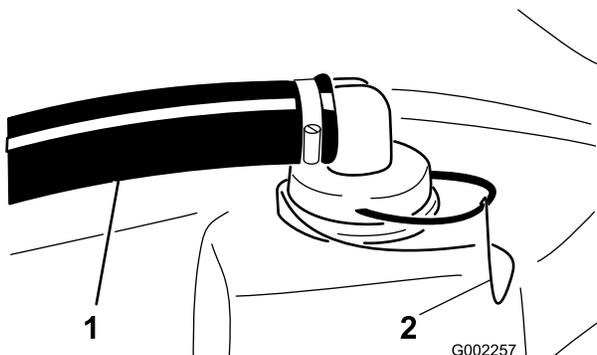

Figura 55
2. Togliete l'ancoraggio dal raccordo rosso affisso al flessibile grande, sopra il serbatoio (Figura 55).
3. Togliete il flessibile dal serbatoio (Figura 55).